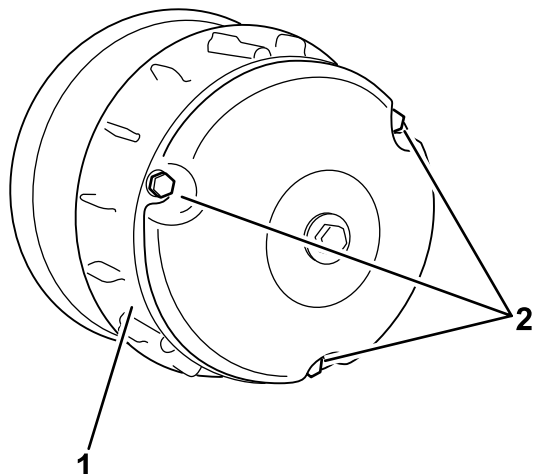

図 58
2. クラッチカバーのボルト3本を外してカバーを取る (図 58)。
4. クラッチカバーを元通りに取り付けて、ボルト3本 図 58さきほど2で外したもので固定する。